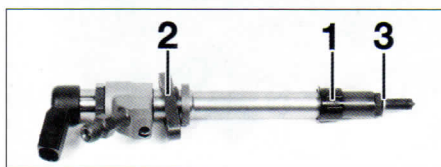

FIG.31
• Encajar la junta nueva (1) directamente sobre la culata (fig. 31).
- Verificar la presencia de la junta nueva (3) en los inyectores antes del montaje.
- Apretar las bridas (2) al par prescrito repartiendo el apriete a cada lado para mantener la brida recta.